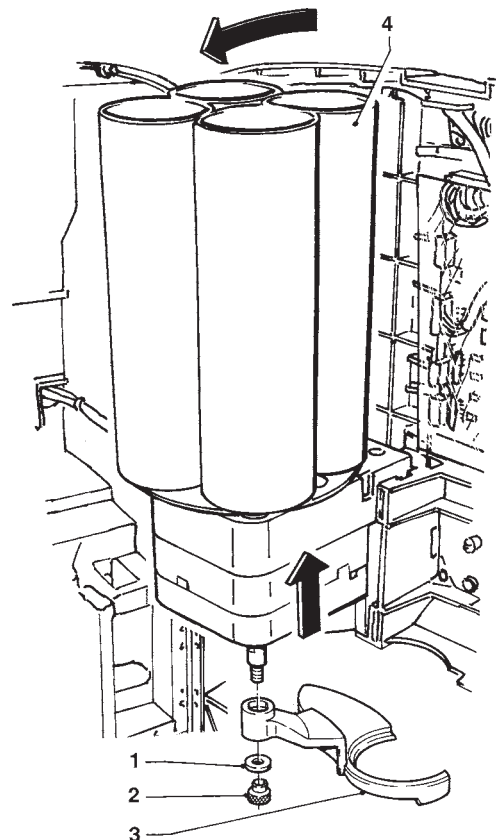

Fig. 6
- levantar ligeiramente o distribuidor de copos e incliná-lo (ver fig. 6);
Deve-se limpar periodicamente o braço transladador do copo desmontando-o da máquina. Para desmontá-lo, desaparafusar completamente a carrapeta de fixação (ver a fig. 6).